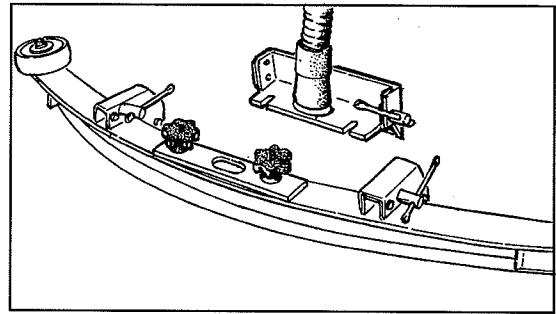

Figure 26
1. Retirez la raclette en dévissant les deux molettes de fixation qui retiennent la raclette sur la machine. Déposez la raclette. Cf. figure 26.